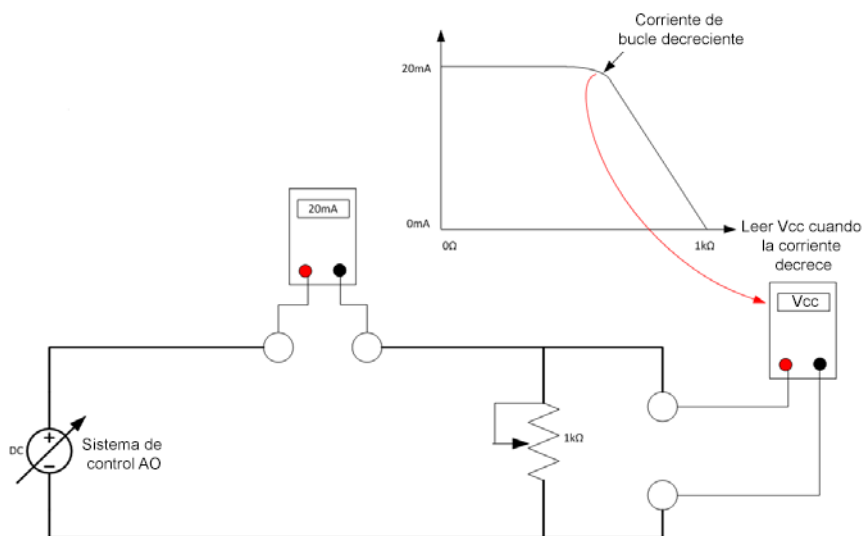

Figura 44 - Configuración de la prueba de voltaje de cumplimiento
1. Configure un ajuste de prueba como en la Figura 44.